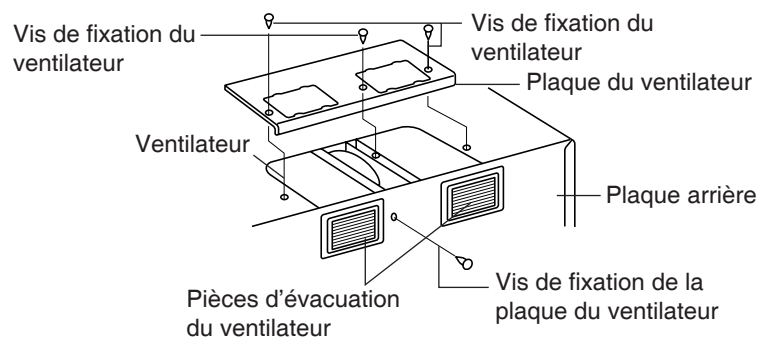

Fig. 1-3-5
- (7) Remettre le couvercle du ventilateur sur l'appareil. Fixer le ventilateur à l'aide des deux vis, une dans la plaque du ventilateur, l'autre dans la plaque arrière du four. Fixer le couvercle du ventilateur sur le dessus de l'appareil avec deux vis (Fig. 1-3-5).